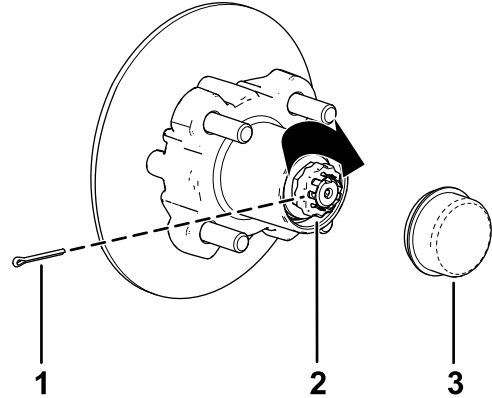

Figure 37
8. Placez l'arrêt d'écrou sur l'écrou et vérifiez que la fente dans l'arrêt et le trou dans la fusée sont alignés afin de pouvoir insérer la goupille fendue (Figure 37).
9. Insérez la goupille fendue et repliez chacune de ses pattes autour de l'arrêt d'écrou (Figure 37).
10. Reposez le couvercle-moyeu sur le moyeu (Figure 37).